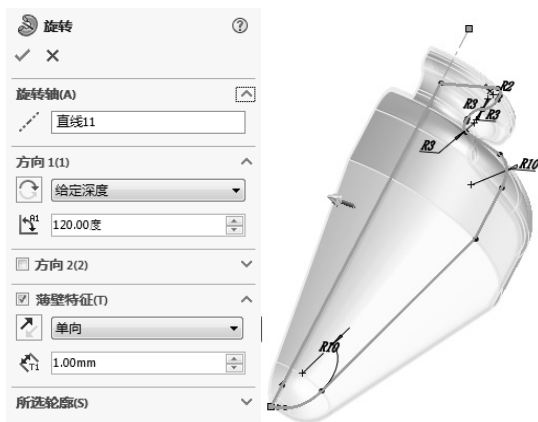

图 5-34 薄壁实体
6) 在 $\frac{1}{2}$ （厚度）文本框中指定薄壁的厚度。单击 $\frac{1}{2}$ （反向）按钮，可以将壁厚加在草图轮廓的内侧。图 5-34 所示为壁厚加在外侧的旋转实体。